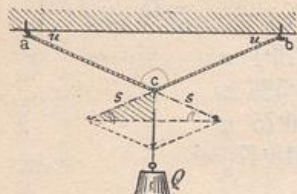

Fig. 21.
1. a) Wie groß sind die Seilspannungen s in den beiden gleich langen Seilstücken $a c$ und $b c$ (Fig. 21), wenn bei c die vertikale Belastung $Q = 75 \cdot 5 \text{ kg}$ wirkt und $\sphericalangle u = 27^\circ 15'$ ist?
b) Welchen Durchmesser d müßte ein Hanfseil (in Fig. 21) haben, um bei einem Neigungswinkel $u = 25^\circ$ die Last $Q = 325 \text{ kg}$ zu tragen, wenn für 1 cm^2 Querschnitt 103 kg zulässige Beanspruchung gerechnet werden?